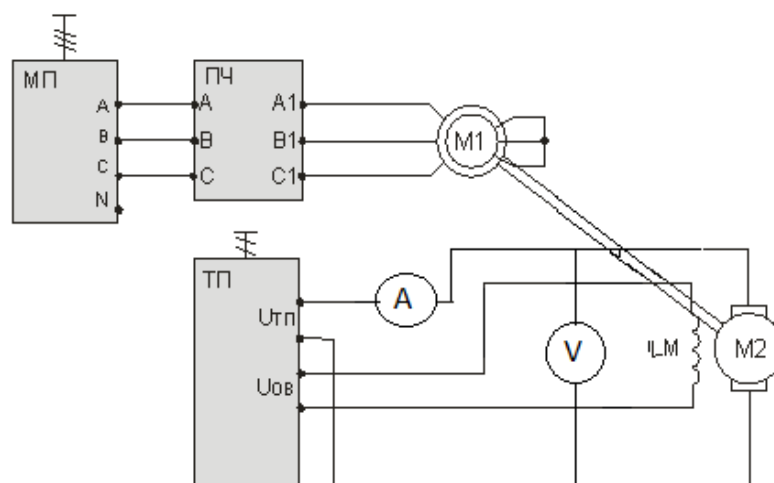

Рисунок 2.3 – Схема исследования характеристики рекуперативного торможения
- собрать схему (рисунок 2.3);